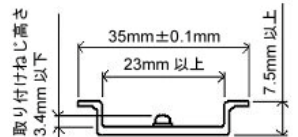

図 2.2-1
- ・本器に適合する DIN レールの仕様は右図の通りです。(図 2.2-1)